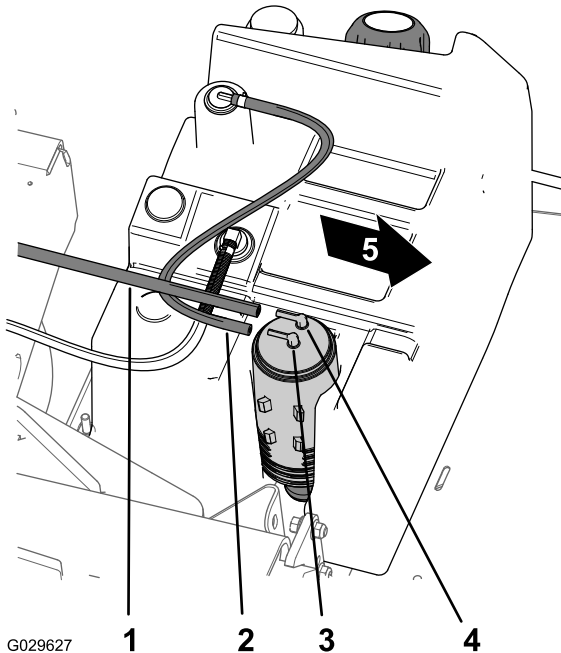

図 49
- カーボンキャニスタの Purge と書かれたフィッティングから、バキュームホースを外す 図 49。
- カーボンキャニスタの Fuel Tank 燃料タンクと書かれたフィッティングから、ホースを外す 図 49。
- カーボンキャニスタの Purgeと書かれたフィッティングにバキュームホースを取り付ける 図 49。